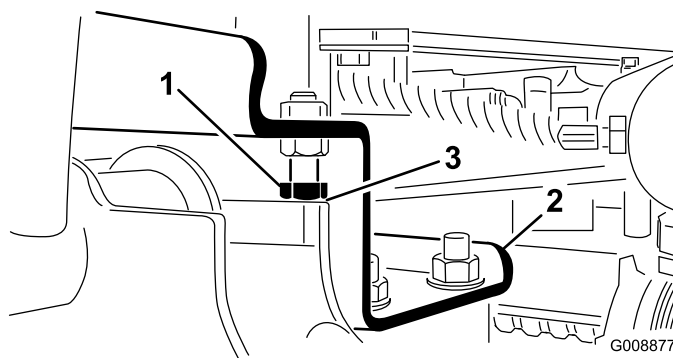

Figura 23
- A. Allentate il bullone di arresto e regolate il cilindro in modo tale da ottenere il gioco desiderato (Figura 23).
2. Verificate che il gioco tra ciascun braccio di sollevamento e il bullone di arresto sia compreso tra 0,13 e 1,02 mm (Figura 23).